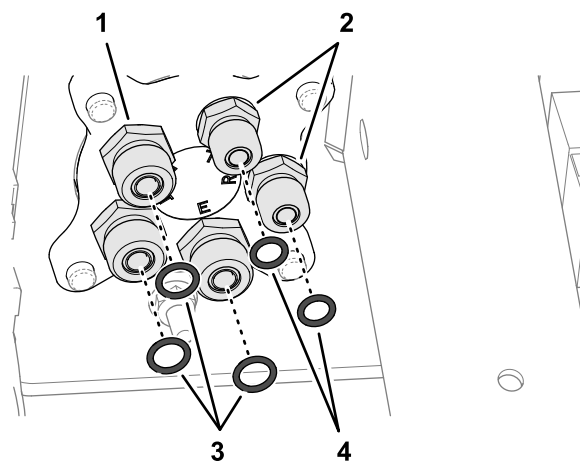

図 112
1. ステアリングバルブの -6継手の面から3つのOリングを取り外します (図 112)。
2. 3個の新しいOリング 9.2/1.8 mm を -6継手の溝に取り付けます (図 112)。
3. ステアリングバルブの -4継手の面から2つのOリングを取り外します (図 112)。
4. 2個の新しいOリング 7.6/1.8 mm を -4継手の溝に取り付けます (図 112)。